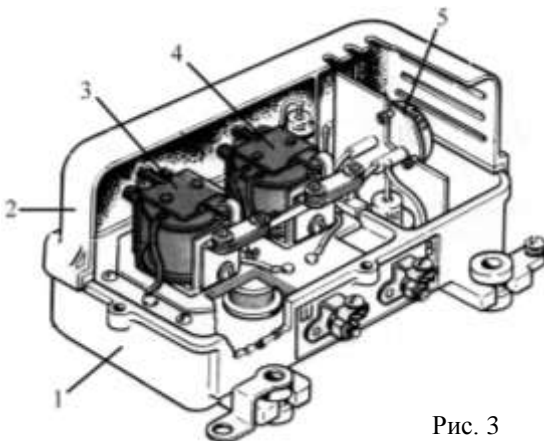

Рис. 3
8. Які частини контактно-транзисторного реле-регулятора РР-362 позначені на рис. 3 цифрами 1, 2, 3, 4, 5?
4. Вивчіть будову контактно транзисторного реле-регулятора РР-362 (рис. 3). Зніміть з корпусу 1 кришку 5 і прокладку. Знайдіть регулятор напруги 3, реле захисту 4, транзистор 5, діоди, опори, зажими "Ш", "В", "М".